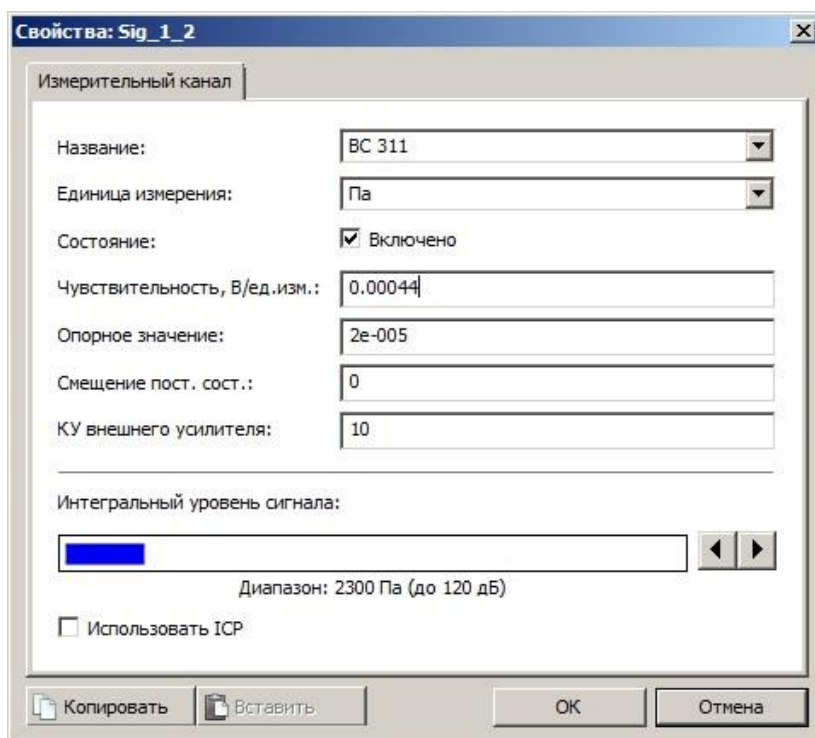

Рис. 1.7 Вид вкладки «Измерительный канал»
5. В свойствах канала анализатора, во вкладке «Измерительный канал» произвести настройки согласно Рис. 1.7.
***ВНИМАНИЕ!!!** Усилитель ZET 440 имеет коэффициент усиления по заряду равный 1мВ/нКл. Поэтому значение чувствительности в нКл/Па равно значению чувствительности в мВ/Па при условии подключения через усилитель ZET 440. Соответственно, при подключении гидрофона к анализатору спектра через усилитель ZET 440, если чувствительность гидрофона по паспорту составляет 0,44нКл/Па, то в поле «Чувствительность, В/ед.изм.» вводим значение 0,00044 В/Па (см. Рис. 1.7).*